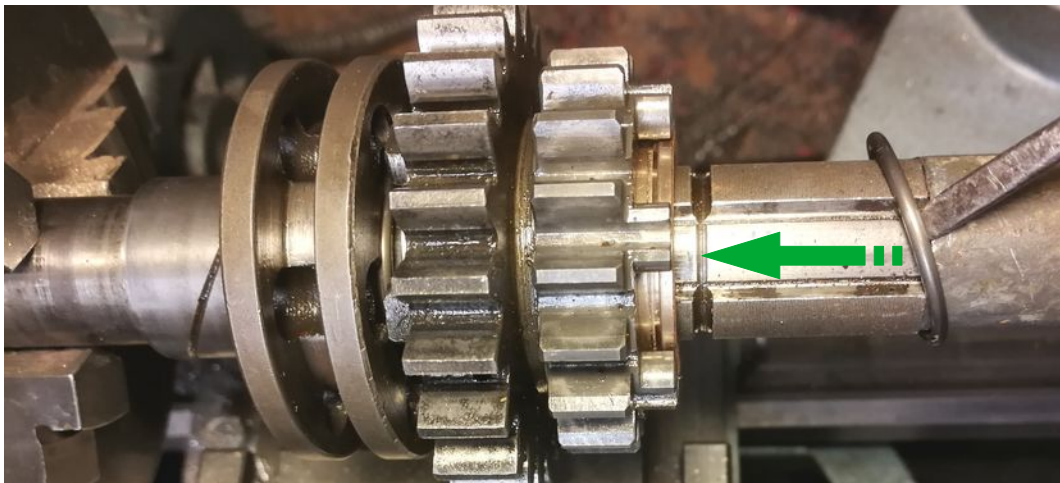

Abbildung 22: vorderen Sicherungsring auf die Ausgangswelle schieben
- vorderen Sicherungsring auf Ausgangswelle aufschieben bis dieser in die vordere Nut springt (siehe Abb. 22)